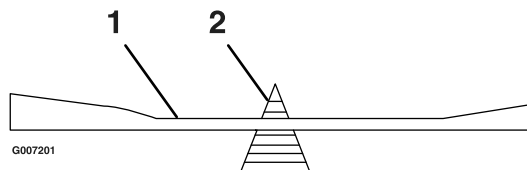

Bild 48
2. Überprüfen Sie die Auswuchtung des Schnittmessers auf einer Ausgleichsmaschine (Bild 48). Wenn das Schnittmesser in seiner horizontalen Position bleibt, ist es ausgewuchtet und kann wiederverwendet werden. Feilen Sie, wenn das Schnittmesser nicht ausgewuchtet ist, vom Flügelbereich des Messers etwas Metall ab (Bild 48). Wiederholen Sie diesen Vorgang, bis das Messer ausgewuchtet ist.